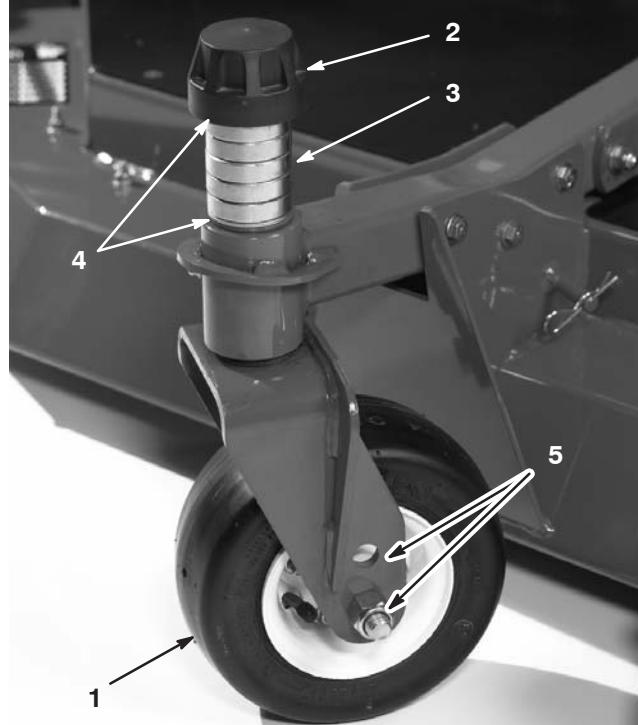

Bild 84
1. Entfernen Sie die Spannkappe von der Spindelwelle und schieben die Spindel aus dem Lauftradarm (Bild 84). Stecken Sie die Beilagscheiben nach Bedarf um, um das Laufrad anzuheben oder abzusenken, bis das Mähwerk die korrekte Neigung erhalten hat.